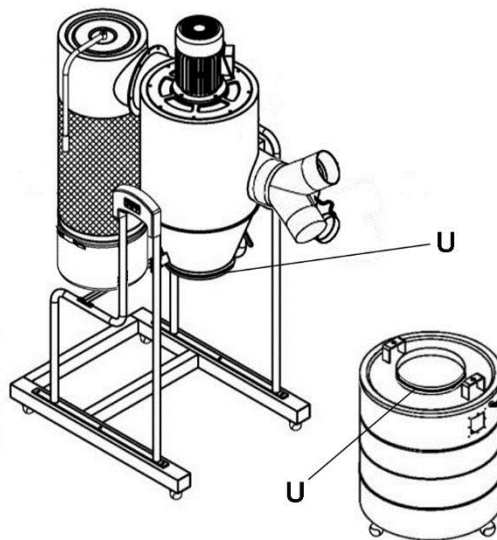

Рис. 11
15. Обмотайте уплотнительную ленту (U) вокруг воронки так, чтобы она слегка выступала за ее нижнюю кромку. См. Рис. 11. Уплотнительная лента должна полностью охватывать воронку.
16. Обмотайте уплотнительную ленту (U) вокруг внешнего края отверстия в контейнере. Уплотнительная лента должна полностью охватывать отверстие.